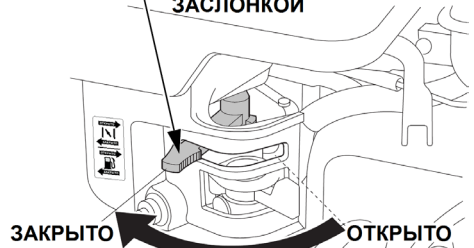

Рис. 14. Рычаг управления воздушной заслонкой
- Закройте воздушную заслонку карбюратора. Для этого переведите рычаг управления воздушной заслонкой в крайнее левое положение (Рис. 14).